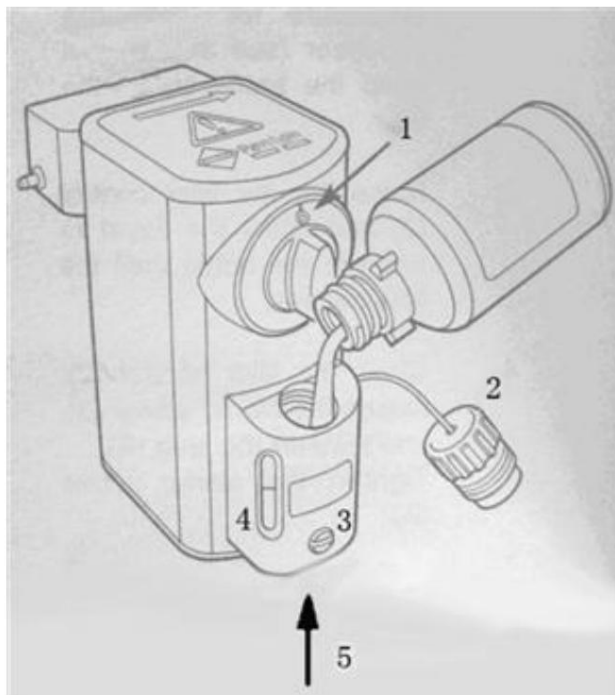

Figure 11 Vaporisateur d'anesthésie
(1) Retirez les vis hexagonales internes et le manchon de protection en plastique de la base de l'appareil d'anesthésie où est placé le vaporisateur. L'échelle du vaporisateur doit être réglée sur « 0 ».
(2) Placez l'évaporateur de manière stable sur la base, en veillant à ce que la saillie de la base soit alignée avec la rainure de l'évaporateur ;
(3) Utilisez une clé Allen pour fixer l'évaporateur sur la base à l'aide des vis Allen qui viennent d'être retirées ;
(4) Ajouter l'anesthésique au vaporisateur d'anesthésique (figure 11). Les étapes sont les suivantes :
a. Tout d'abord, vérifiez la position du disque de réglage de la concentration d'anesthésique (1). Lors de l'ajout du médicament dans le vaporisateur, le disque de réglage doit être à zéro.